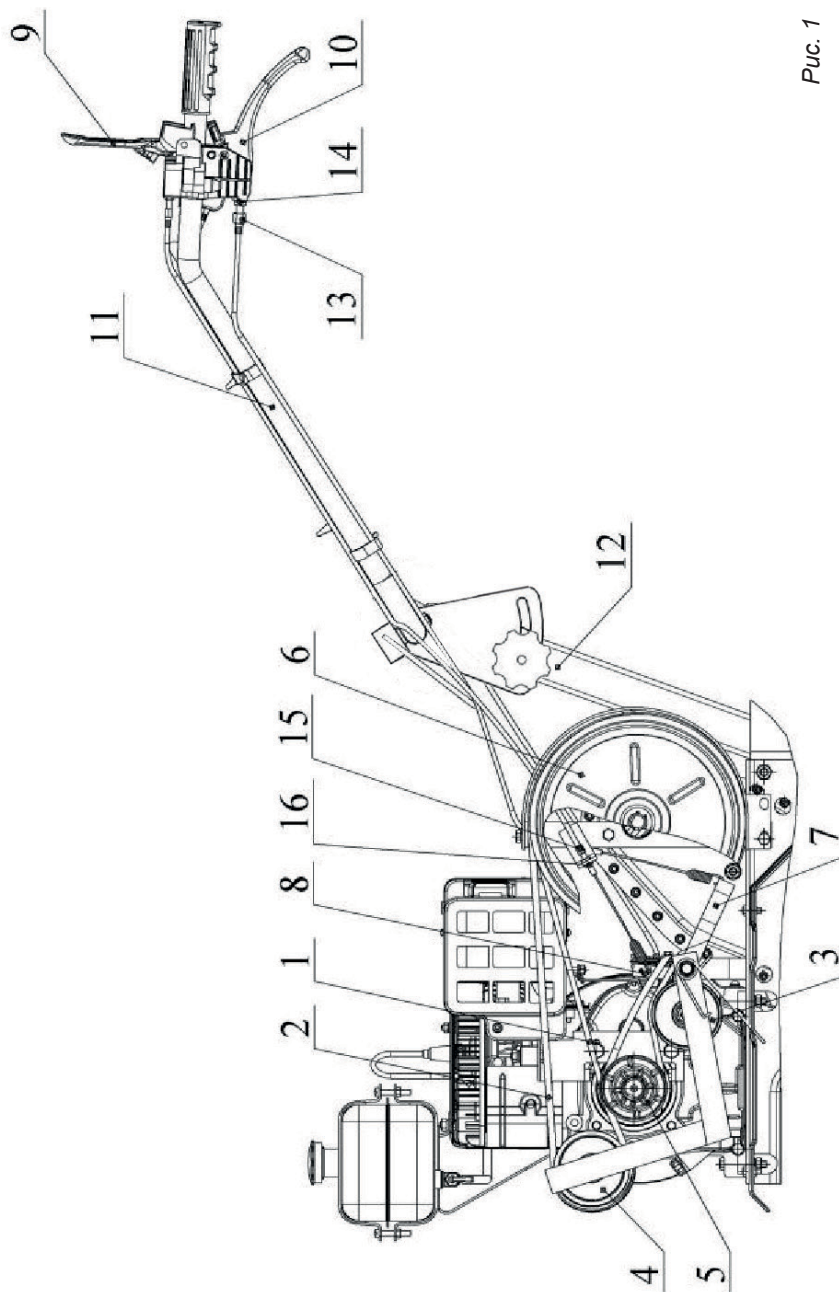

Рис. 1
6. ОСНОВНЫЕ ЭЛЕМЕНТЫ МОТОБЛОКА (рис. 1)
Описание основных элементов мотоблока (рис. 1):